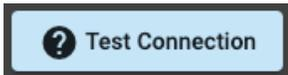

Figure 27.
**Step 2:** Click the 'Test Connection' button. (Figure 27)